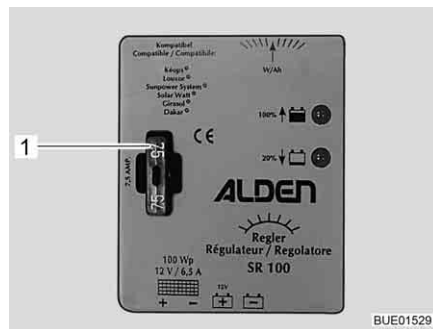

Fig. 187 Fusible del regulador de carga solar 100 W
- Cambiar el fusible plano 5 A/marrón claro (Fig. 187,1).